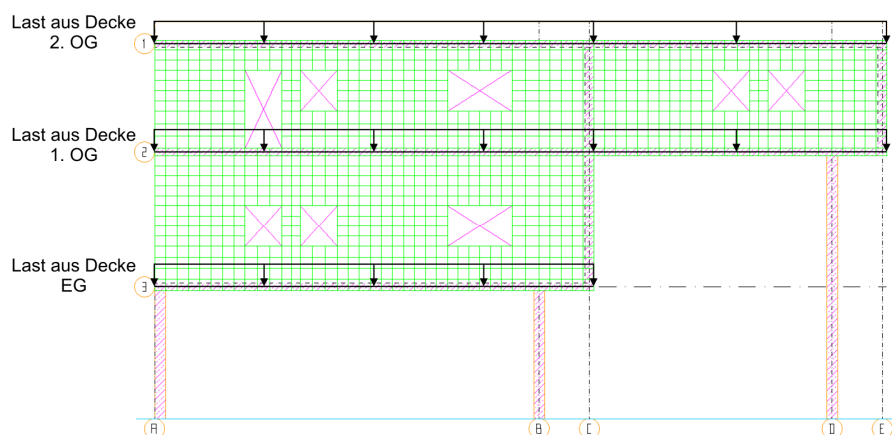
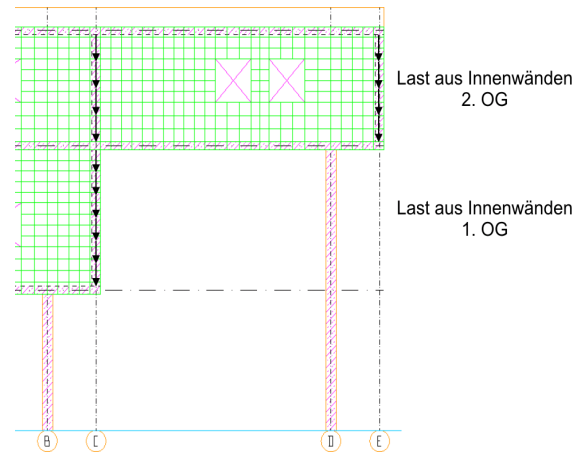

Abbildung 16 – Schematische Darstellung der Anfangs- und Endpunkte der Deckenlasten
Abbildung 17 - Lasten aus Innenwänden
- Wählen Sie zur Eingabe der ständigen Lasten "*EW. Nr. 1 (G)*".
- Nun müssen der Anfangs- und Endpunkt der Linienlast bestimmt werden. Diese befindet sich direkt auf der Achse 3 (siehe Abbildung 16). Markieren Sie die Punkte jeweils mit der *Maustaste 2*.
Den Ort der jeweiligen Belastung entnehmen Sie für die Decken der Abbildung 16. Bei den Innenwänden wirkt das Eigengewicht jeweils auf gesamter Höhe der jeweiligen Innenwand. Verwenden sie zur Bestimmung der Anfangs- und Endpunkte die Abbildung 17.